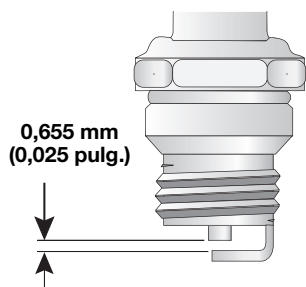

Fig. 55
4. Cambie las bujías que estén rajadas, sucias o deterioradas. Fije la separación de aire a 0,655 mm (0,025 pulgadas) utilizando un calibre (Fig. 55).